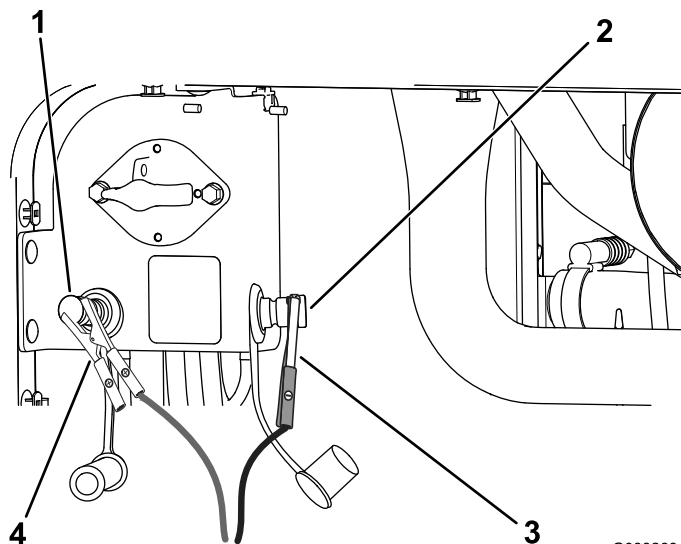

図 99
4. プラスのジャンプ端子にプラスケーブルを接続する 図 99。
5. マイナスのジャンプ端子にマイナスケーブルを接続する 図 99。
7. エンジンが始動したら、もう一人が、まずマイナス(-)の救援ケーブルを外し、次にプラス(+)の救援ケーブルを外す(図 99)。